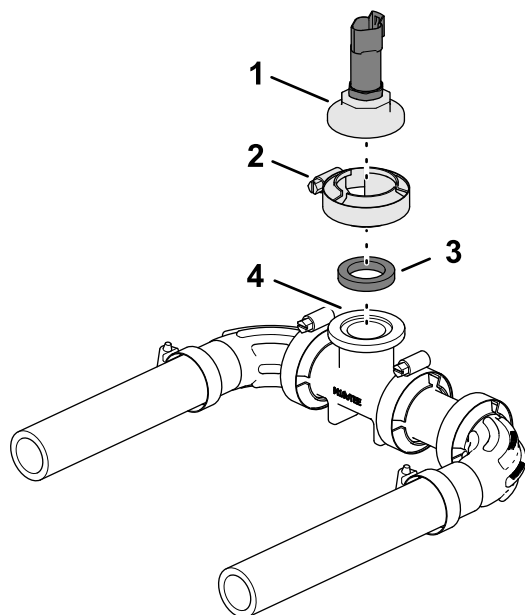

Figure 57
1. Placez le chapeau de raccord à orifice avec le transducteur de pression et le joint devant la bride du raccord en T du collecteur (Figure 57).
- Fixez le chapeau de raccord et le joint au raccord en T à l'aide du collier bride (Figure 57).